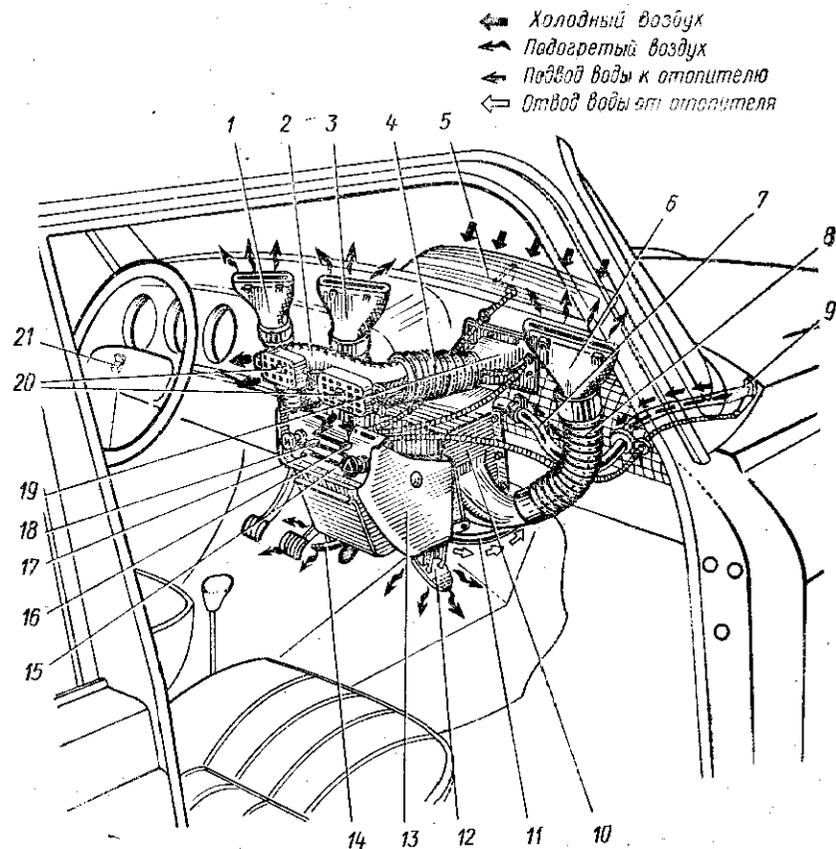

Рис. 23 Система вентиляции и отопления салона автомобиля:
В корпусе отопителя 10 (рис. 23) установлены теплообменник, вентилятор с электродвигателем и заслонки 12 и 14, регулирующие направление выходящего из корпуса воздуха. На рис. 23 стрелками показаны потоки холодного и подогретого воздуха, а также направление циркуляции жидкости через теплообменник отопителя.
дверей. Затем откройте крышку 5 (см. рис. 23) вентиляционного люка кузова и заслонку воздухозаборника 19 приточной вентиляции.
Обдув стекла ветрового окна. Для предупреждения запотевания или обмерзания стекла ветрового окна используйте обдув стекла холодным или подогретым воздухом через сопла 1, 3 и 6 (рис. 23). При необходимости интенсивного обдува стекла закройте заслонки 12 и 14 и в зависимости от скорости движения автомобиля включите вентилятор отопителя с требуемой скоростью вращения крыльчатки.
1. Передвиньте вправо рычаг 17 (см. рис. 23) привода крышки 5 люка в передней части кузова (крышка откроется).